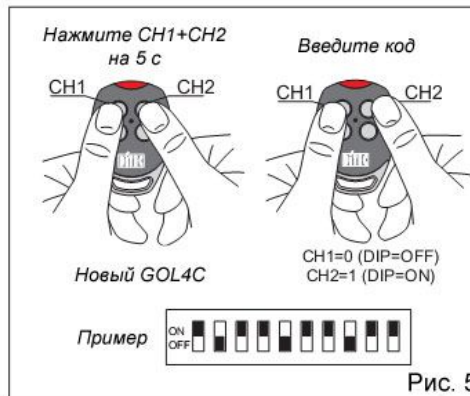

Рис. 5
7. КЛОНИРОВАНИЕ GOL 4C, ИСПОЛЬЗУЮЩИХ КОД (РИС. 5)